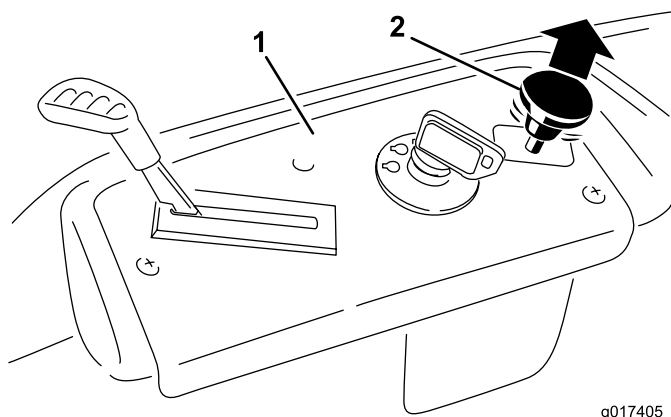

Figura 14
3. Tire hacia arriba del mando de control de las cuchillas para desplazarlo a la posición de Engranado y engranar las cuchillas (Figura 14).